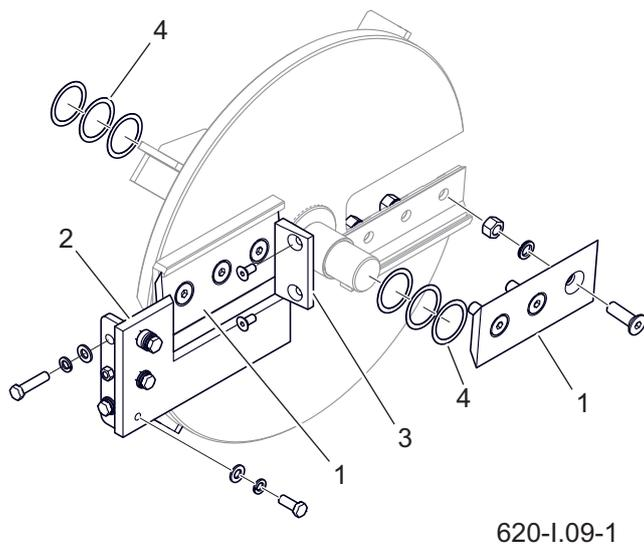

Abbildung 5.9 Schneidmesser
Das Entfernen des festen Untermessers erleichtert die Reinigung der Arbeitskammer erheblich (Abbildung 5.9).
Einige Messerbefestigungsschrauben sind mit Gewindekleber gesichert. Stellen Sie nach dem Auswechseln oder Schärfen der Messer den Abstand zwischen den Messern am Schneidmesser (1) und dem feststehenden Messer (2) ein - Abbildung 5.9. Einzelheiten werden später beschrieben.